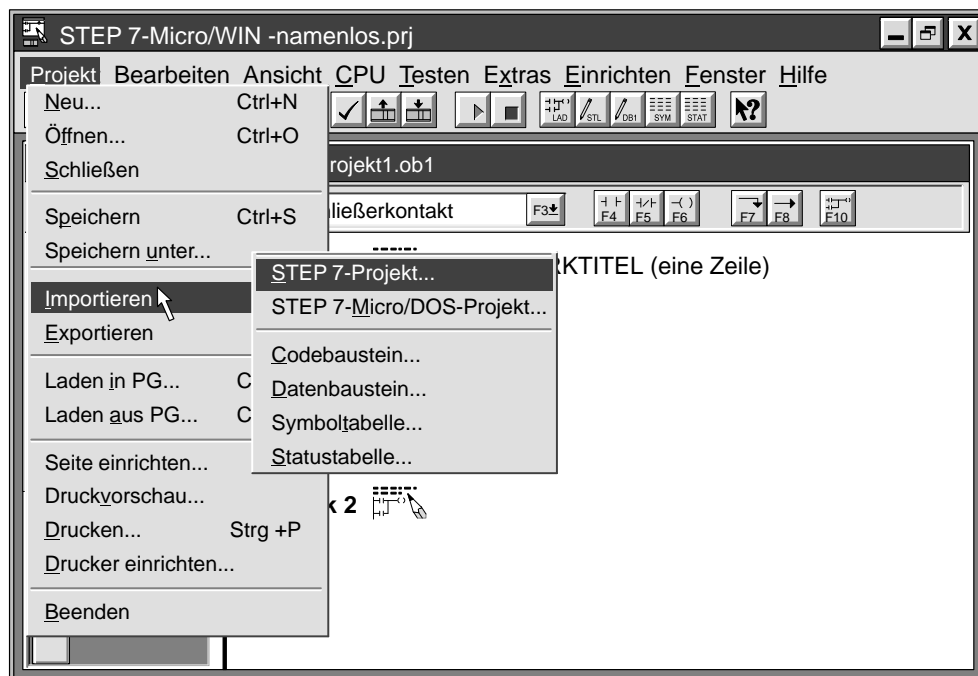

Bild E-1 Aufrufen eines STEP 7-Projekts in STEP 7-Micro/WIN
2. Wählen Sie den Menübefehl **Projekt ► Importieren ► STEP 7-Projekt** (siehe Bild E-1).
Daraufhin werden das Anwenderprogramm und andere Elemente (Datenbaustein, Status-tabelle, Symboltabelle) im Projekt in STEP 7-Micro/WIN geöffnet (siehe Bild E-1).